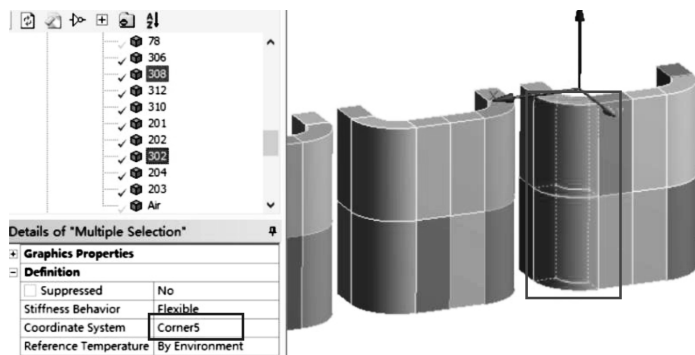

图 10-17 分配 Corner5 坐标系及选中模型
(5) 在导航树里单击【Corner5】，图像区域显示 Corner5 坐标在模型中的位置，选择线圈 302 和 308 模型；接着单击右键，从弹出的快捷菜单中选择【Go To】→【Corresponding Bodies in Tree】转移到导航树区域，【Details of “Multiple Selection”】→【Definition】→【Coordinate System】= Corner5，其他默认，如图 10-17 所示。